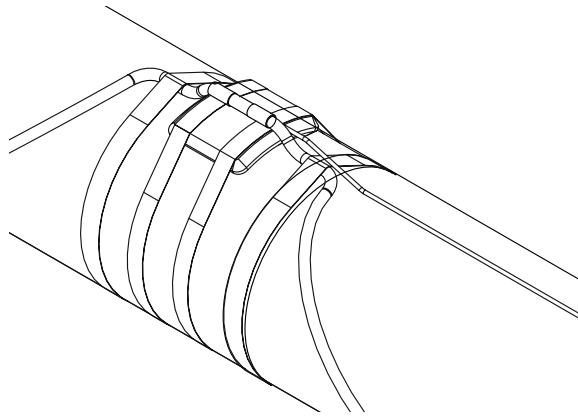

Figure 7: Point chaud artificiel
- La position correcte est sur le dessus du tuyau Voir la figure 7.